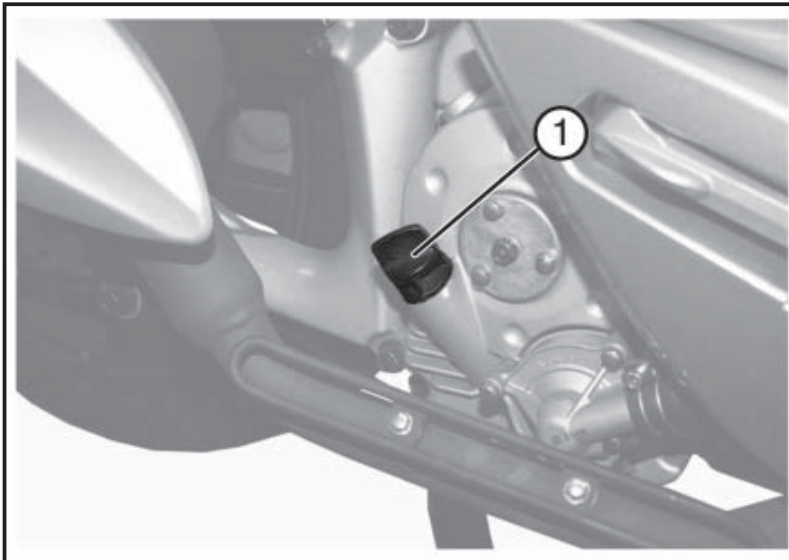

Abb. 02
- Den Deckel-Peilstab erneut abschrauben «1 - Abb. 02» und sicherstellen, dass der Ölstand zwischen den Markierungen **MIN** und **MAX** liegt - siehe Abb. 01.
- Sicherstellen, dass der Ölstand zwischen den Markierungen **MIN** und **MAX** liegt (Abb. 02).